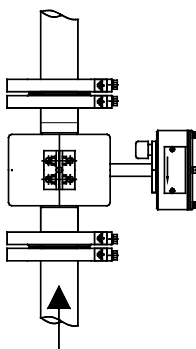

Рис.8.3
8.2.4 При возможном выпадении осадка, расходомер должен устанавливаться вертикально, при этом направление потока должно быть снизу вверх (см. рис.8.3).